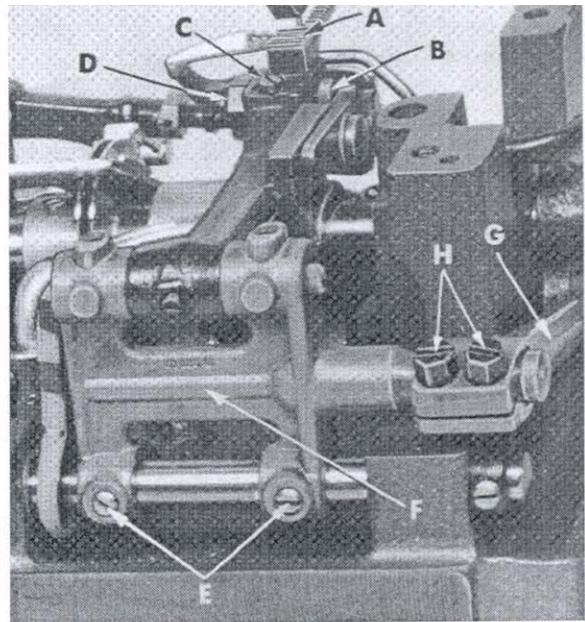
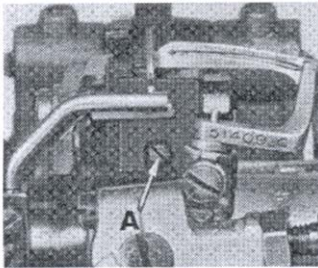

Fig. 4
Fig. 5
Set the feed dog (A, Fig. 4) in the throat plate so there is equal clearance on all sides. See that the tips of the teeth extend 1/2 to 1 full tooth above the throat plate and are parallel with the throat plate at high point of travel. Height can be set by loosening feed dog attaching screw (B) and adjusting feed dog supporting screw (C). Parallelism can be set by loosening nut (D) and rotating feed dog holder adjusting screw (A, Fig. 5), as required and retighten nut. Side clearance can be set by loosening screws (E, Fig. 4) and moving feed rocker (F) to the right or left, as required.
Stellen Sie den Transporteur (A, Fig. 4) in der Stichplatte so ein, daß an allen Seiten ein gleicher Abstand ist. Die Spitzen der Zähne sollen in ihrer höchsten Stellung 1,2 mm über die Stichplatte hinausgehen und parallel mit der Stichplatte in der Aufwärtsbewegung sein. Die Höhe kann durch Lockern der Transporteurbefestigungsschraube (B) und Einstellung der Transporteurhalteschraube (C) eingestellt werden. Parallelität kann durch Lockern der Mutter (D) und Drehen der Transporteureinstellschraube (A, Fig.5), wie erforderlich, eingestellt werden, ziehen Sie die Mutter wieder an. Der Seitendurchgang kann durch Lockern der Schraube (E, Fig.4) und Bewegen des Transporteurhebels (F) nach rechts or links, je nach Bedarf, eingestellt werden.